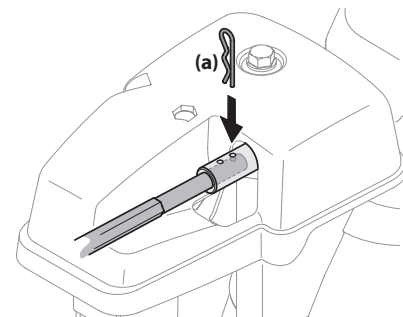

Figura 2-29
7. Empuje la varilla de control del canal hacia el tablero de control hasta que el orificio de la varilla quede alineado con el de la entrada del control del canal, e inserte el sujetador de horquilla (a) que extrajo en el Paso 1. Consulte Figura 2-29.